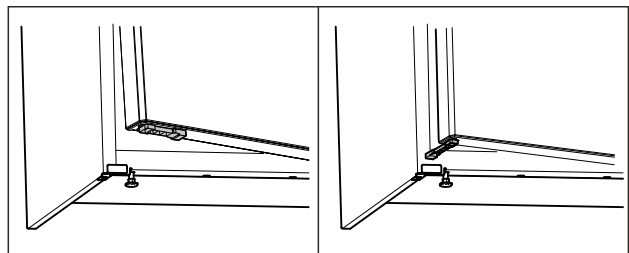

Fig. 56 \*
- ▶ Drei døråpningsbegrenseren med 90°. (se Fig. 56) \*